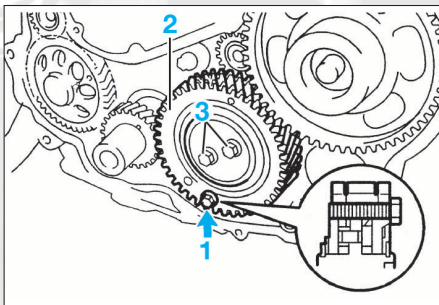

FIG. 32
• Monter une vis ou une pige (1) dans le pignon intermédiaire (2), afin de bloquer le système de ratrapage automatique du jeu (fig. 32).